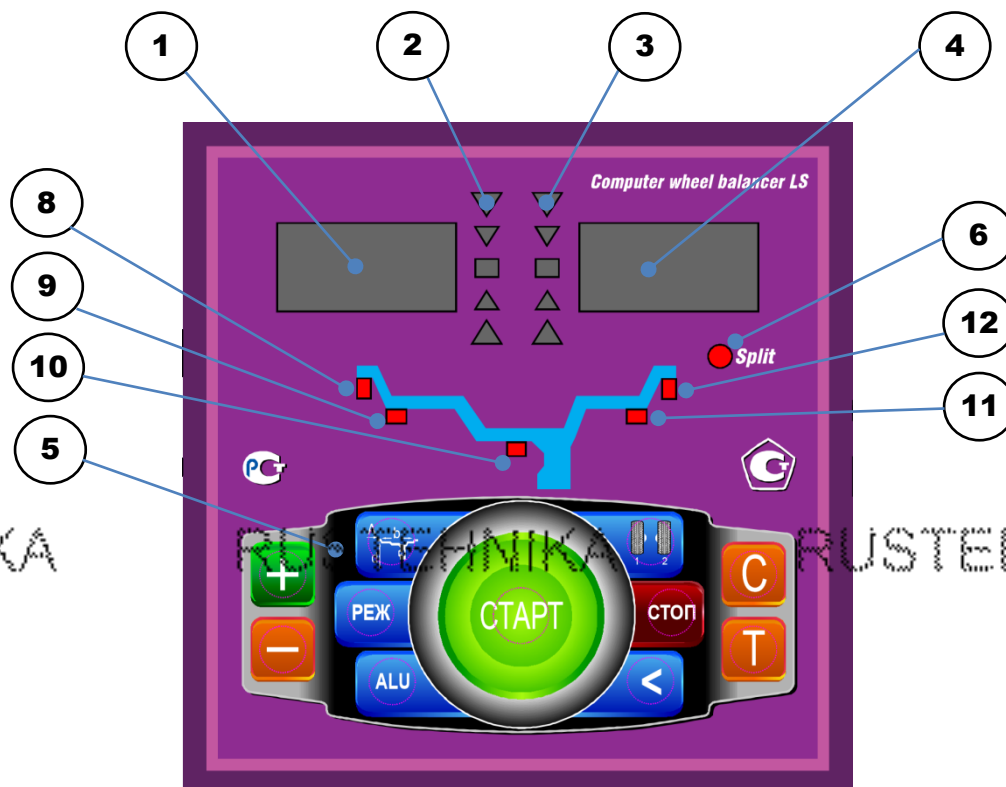

рис.8.1.
8.1. Общий вид лицевой панели показан на рис. 8.1.
При выдвигении штанги на индикаторах 1 (рис. 8.1) отображается значение параметра "A". Значение параметра "d" отображается на индикаторах 4.
Для ввода ширины нажмите кнопку "+" или "-" на индикаторах 1(рис.8.1) высветится "-b-", а на индикаторах 4 значение ширины диска. Через 2-3 сек после установки ширины индикаторы в режим отображения текущего дисбаланса.
Дважды нажать кнопку "A, d, b", после чего на индикаторах 1 (рис.8.1) загорается символ "A", а на индикаторах 4 исходная величина дистанции. Нажимая кнопки "-" и "+" установить на индикаторах 4 требуемую величину дистанции. Через 2-3 сек после установки дистанции показания на индикаторах 1 и 4 возвращаются к отображению текущего дисбаланса, а кнопки "-" и "+" возвращаются в режим ввода ширины обода.
11.1. Переключение схем ALU1-ALU5 осуществляется последовательным нажатием кнопки "ALU" при этом схема установки грузов отображается загоранием соответствующих светодиодов 8-12 (рис.8.1), кроме того, на индикаторах 1 отображаются символы ALU, а на индикаторах 4 номер 1-5. Через 2-3 сек. после установки требуемой программы ALU индикаторы 1-4 переходят в режим отображения дисбаланса.
12.3. Для входа в программу Split удерживайте кнопку РЕЖ, до того, как загорится светодиод 6 (рис.8.1) и на индикаторах 1 загораются символы "SPn", означающие, что необходимо ввести число спиц обода колеса, подлежащего балансировке. При этом на индикаторах 4 загорается цифра 5. Если число спиц колеса отличается от 5, кнопками "-" и "+" установить на индикаторах 4 фактическое число спиц колеса.
12.4. Запустите СБ. После остановки вала установите любую спицу обода колеса вертикально вверх (на 12 часов) и нажмите кнопку С. После чего, на индикаторе 1 и линейке 2 (рис.8.1) будут указаны величина и место установки корректирующего груза на внутренней плоскости.
кнопку "1-2". Визуальный контроль того, какие параметры установлены в данный момент, осуществляется нажатием "A, d, b" на индикаторах 4 (рис.8.1) будут последовательно отображены, установленные в данный момент диаметр, ширина обода и дистанция.
14.1. При включении тумблера питания СБ на индикаторах 1 (рис. 8.1) высвечивается трёхзначное число -номер версии программного обеспечения. Через 2-3 сек на индикаторах 1 и 4 должны загореться нули, кроме того должны загореться светодиоды 8 и 12, что свидетельствует о включении режима стандартной балансировки с установкой на обеих плоскостях коррекции грузиков на пружинках. На линейках 2 и 3 (рис. 8.1) должны загореться центральные светодиоды.
14.2. При включении СБ программа измерения дисбаланса настраивается таким образом, что дисбаланс менее 8 г (заводская установка для легкового режима) на любой плоскости коррекции не показывается, в этом случае на индикаторах 1 и 4 (рис. 8.1) высвечиваются "0". Минимальный дисбаланс отображающийся на индикаторах 1 и 4 равен 8г. Дисбаланс, превышающий 8г, округляется до величины кратной 5, т. е. дисбаланс 9, 10, 11 и 12 г отображается цифрой 10, дисбаланс 13, 14,15, 16 и 17 г - цифрой 15 и т. д. Для просмотра неокруглённого значения дисбаланса или дисбаланса менее 8г. необходимо нажать кнопку "<", при этом на индикаторах 1 и 4 на 2-3 сек высвечиваются фактические значения дисбаланса, определённые в данном запуске.